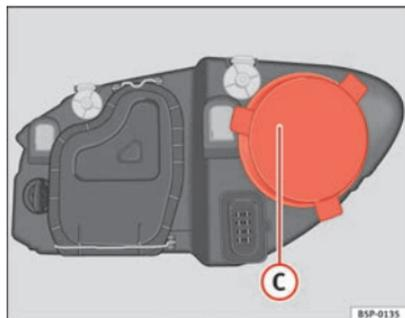

Fig. 183 Máximos
- Retirar a tampa ⇒ fig. 183 C, puxando-a.